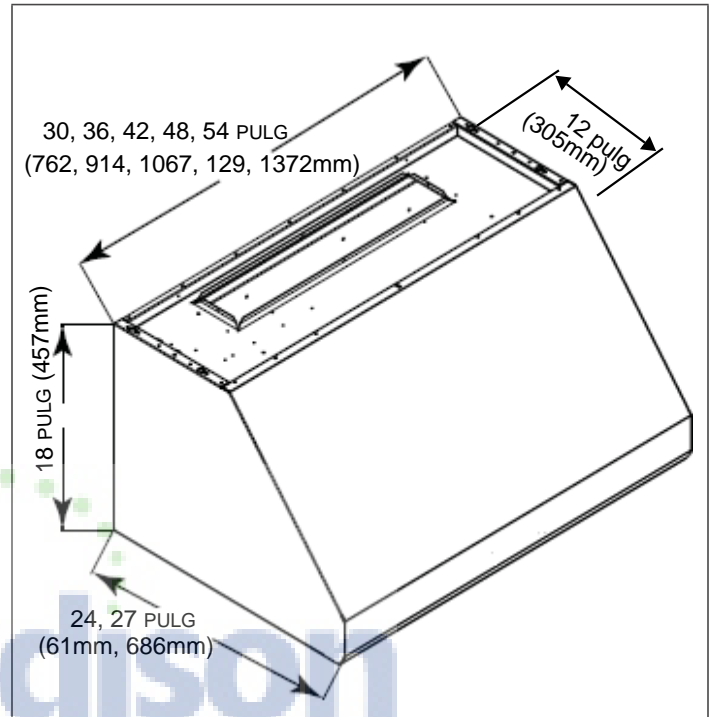

Figura 1: Campanas murales Pro de 24 pulg. y 27 pulg
- Modelos de campana de pared Pro de 27 pulg. (PHxxGS): profundidad de 27 pulg. (686 mm), anchuras de 36 pulg. (914 mm), 42 pulg. (1067 mm), 48 pulg. (1219 mm) y 54 pulg. (1372 mm). Los modelos de esta serie se caracterizan por su armazón de acero inoxidable cepillado, sus lámparas halógenas y sus lámparas infrarrojas (vea la Figura 1).
- Modelos de campana de pared Pro de 24 pulg. (PHxxGS): profundidad de 24 pulg. (610 mm), anchuras de 30 pulg. (762 mm), 36 pulg. (914 mm) y 48 pulg. (1219 mm). Los modelos de esta serie se caracterizan por su armazón de acero inoxidable cepillado y sus lámparas halógenas (vea la Figura 1).